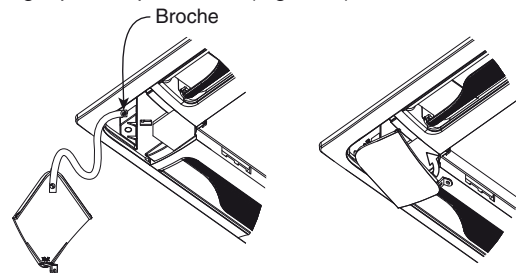

Fig. 7-12
- (1) Vérifiez que le câble de sécurité du cache-coin est fixé à la goupille de plafonnier. (Fig. 7-12).